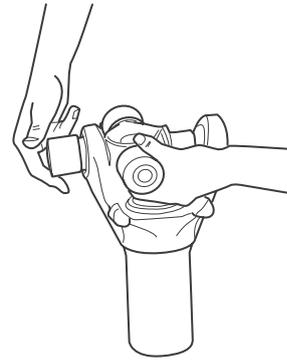

Figura 8.10
2. Pressione até que a primeira bucha circular se solte. Figura 8.9. Remova a bucha circular. Figura 8.10.